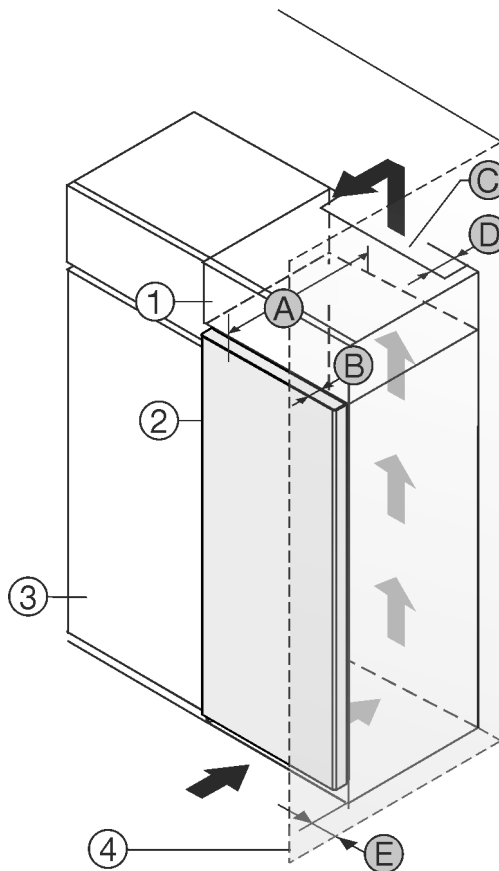

Fig. 1
Prietaisą galite statyti iš karto šalia virtuvės spintelės Fig. 1 (3)*
Galinėje uždedamos spintelės pusėje turi likti tarpas ventiliacijai, kurio gylis Fig. 1 (D) būtų per visą uždedamos spintelės plotį.*
Po patalpos lubomis turi būti laikomasi vėdinimo angos skerspjūvio Fig. 1 (C)*
Jei prietaisas su lankstais statomas greta sienos Fig. 1 (4), mažiausias atstumas tarp prietaiso ir sienos turi būti 13 mm.*
Jei prietaisas su lankstais statomas greta sienos Fig. 1 (4), mažiausias atstumas tarp prietaiso ir sienos turi būti 20 mm.*
Kad durys atsidarytų iki galo, palyginti su šaldytuvo priekiu, prietaisas turi išsikišti bent per savo durų gylį Fig. 1 (B). Priklausomai nuo virtuvės spintelėlių Fig. 1 (3) gylio ir atstumų iki sienos nustatančių detalių naudojimo, prietaisas gali išsikišti daugiau.*